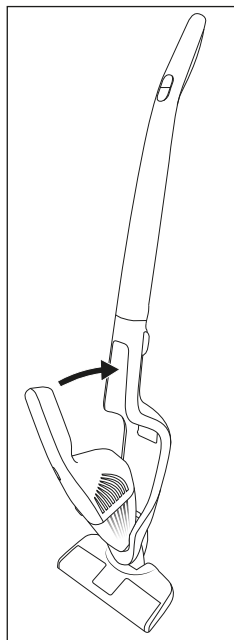

Fig. 2
- 2) Em seguida, pressione o punho **1** da unidade portátil **3** contra o cabo vertical **10**, de modo que a unidade portátil **3** fique encaixada e bem fixa (fig. 2).